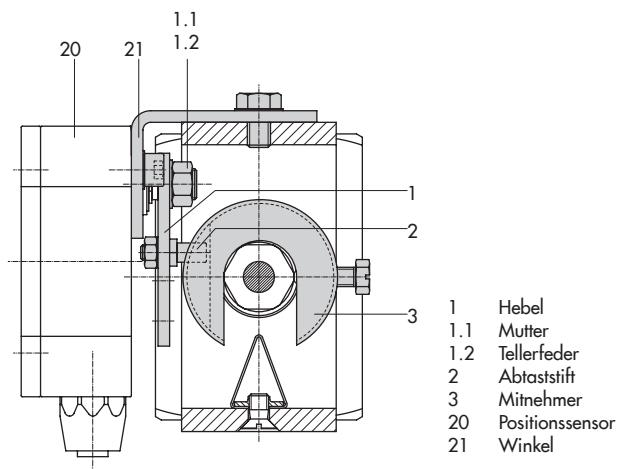

Bild 28: Montage am Mikroventil
- Vgl. Bild 28
1. Hebel (1) am Positionssensor in **Mittelstellung** bringen und **festhalten**. Mutter (1.1) lösen und den standardmäßig angebauten Hebel M (1) mit Tellerfeder (1.2) von der Sensorwelle abnehmen.
2. Positionssensor (20) am Winkel (21) verschrauben.
3. Hebel S (1) aus dem Zubehör nehmen und den Abtaststift (2) in der Bohrung für Stiftposition 17 verschrauben. Hebel (1) und Tellerfeder (1.2) auf die Welle des Sensors stecken. Hebel in Mittelstellung bringen und festhalten, Mutter (1.1) aufschrauben.
4. Mitnehmer (3) an die Kupplung des Ventils setzen, rechtwinklig ausrichten und festschrauben.
5. Winkel (21) mit Positionssensor am Ventilrahmen so ansetzen und verschrauben, dass der Abtaststift (2) in die Nut des Mitnehmers (3) gleitet.